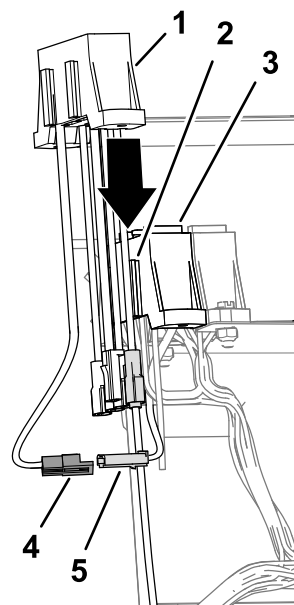

Figura 23
2. Ligue o conector de 2 pinos aos fios de alimentação auxiliar do bloco de fusíveis da máquina ao conector de 2 tomadas dos fios de alimentação do bloco de fusíveis auxiliar (Figura 23).
3. Alinhe os furos do bloco de fusíveis auxiliar com as flanges de montagem do bloco de fusíveis da máquina (Figura 23).